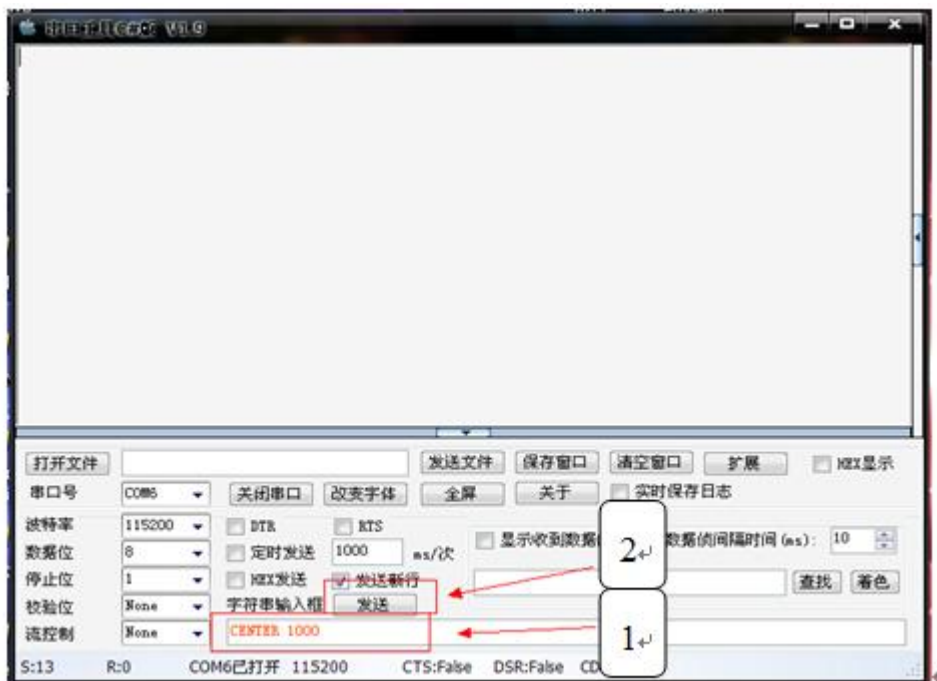

图 5-9 中心设备路由发送数据
6. 路由作为中心设备节点发送广播数据，网络中所与节点将接收到数据 如图 5.9 至 5.11 所示